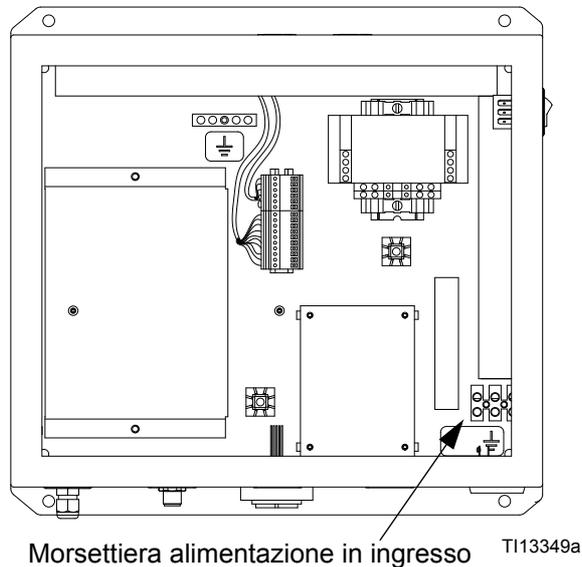

FIG. 17 Collegamento alimentazione principale
2. Vedere FIG. 17 e **Schema elettrico del sistema** a pagina 44 per i collegamenti L1, N e di cablaggio di terra all'interno di EasyKey.